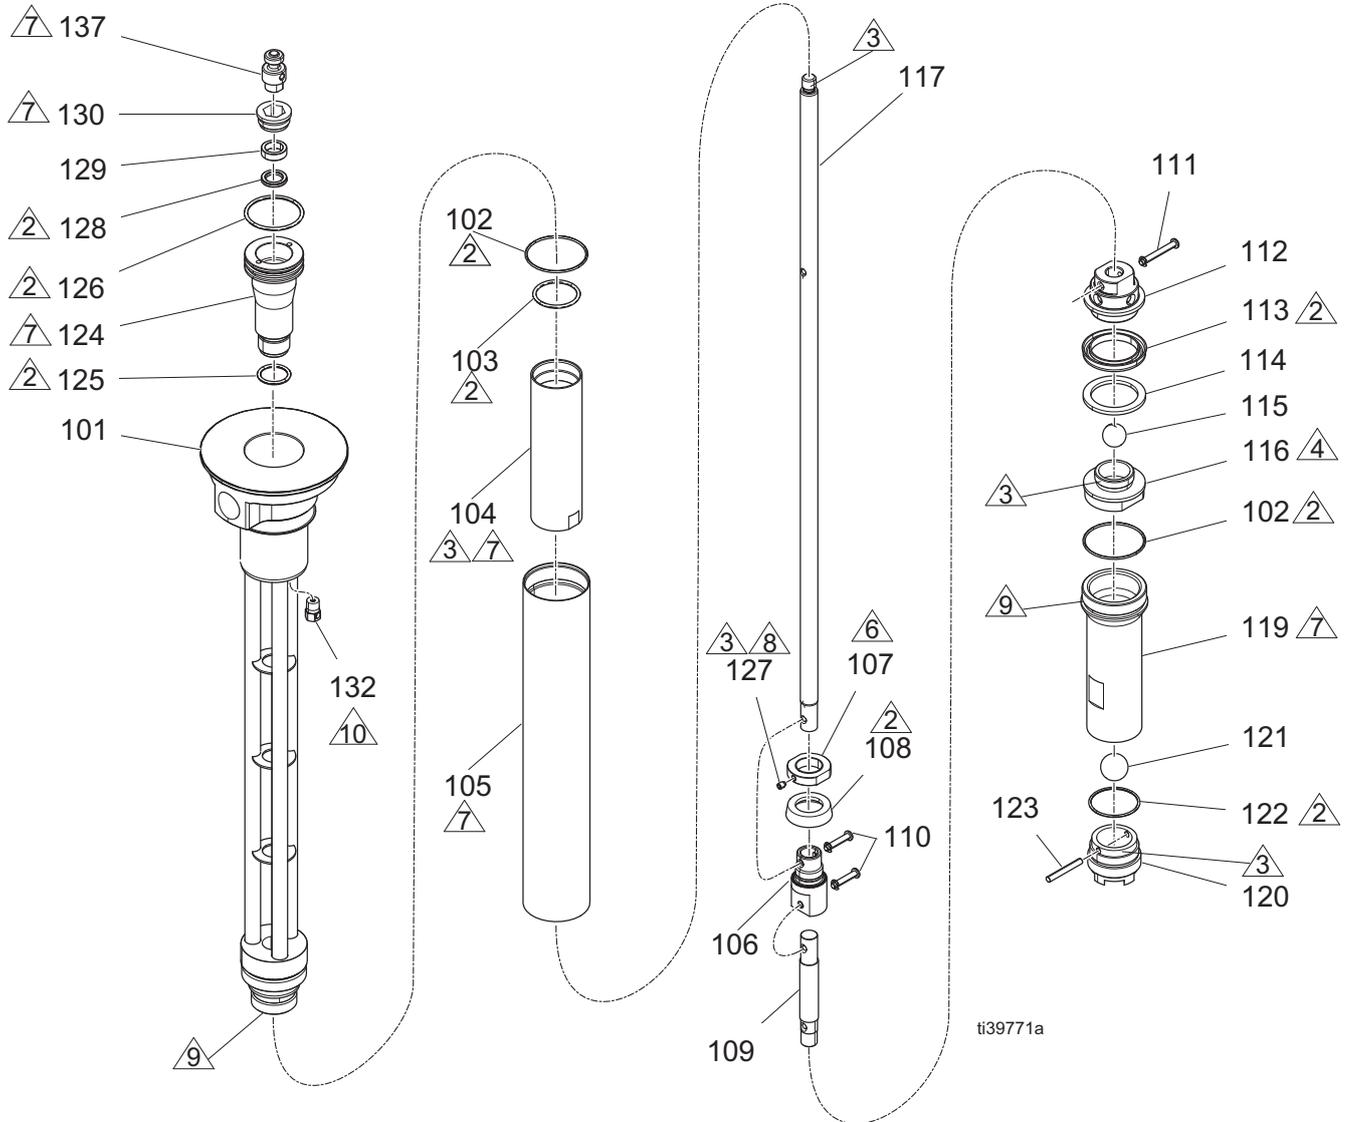

**FIG. 1: Instalação típica de corpos de bombas múltiplos**
**NOTA:** Para a instalação do kit de fluido para corpos da bomba múltiplos, consulte FIG. 1 na página 3.